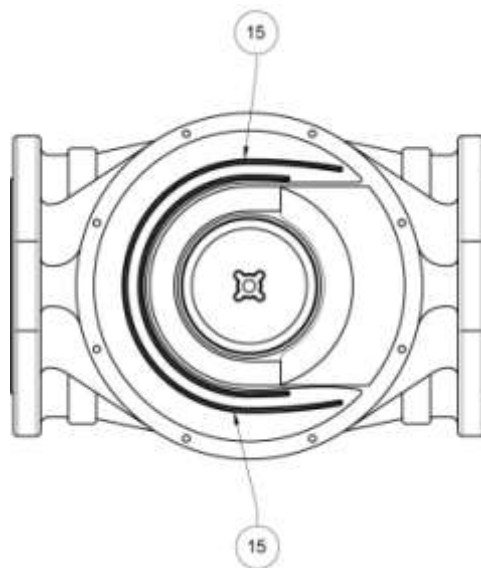

Рис. 12
- **DN 65 ÷ DN 150:** (см. рис. 2 и 3) при помощи газового ключа (№2-№3) вывернуть гидравлический тормоз (13) и снять электромагнитную катушку (2). Отпустить винты крепления крышки (11) и снять крышку (12) с корпуса клапана (6). Проверить состояние затвора (7), прочистить или, при необходимости, заменить манжету затвора (8). Прочистить или, при необходимости, заменить фильтрующий элемент (10) (правильное положение фильтрующего элемента см. на рис. 12). Затем собрать клапан, выполняя обратную последовательность действий.